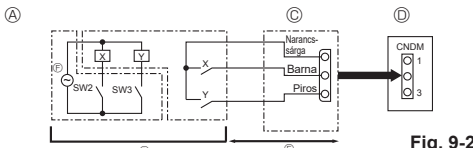

Fig. 9-2
9.2. Igény szerinti működés funkció (helyszíni módosítás) (Fig. 9-2)